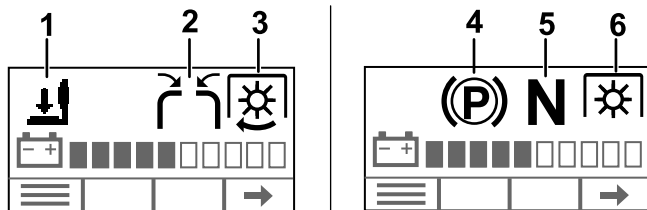

Figura 21
2. Verifique que cada icono del sistema de interruptores de seguridad en Figura 21 se muestra en el InfoCenter cuando esté activo el sistema de interruptores de seguridad y que desaparezca cuando esté inactivo.